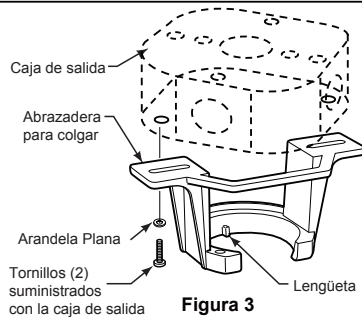

Figura 3
Uso del soporte (Figura 3)
3. Afloje los dos tornillos de fijación del soporte del barral de soporte para techo a través de la varilla. Introduzca los cables de color marrón, azul, rojo, gris y amarillo cables a través de la varilla. (Figura 3)
1. Fije bien la abrazadera para colgar a la caja de salida (no se incluye) con los tornillos y las arandelas provistas con la caja de salida. (Figura 3)
2. Deslice el receptor en el soporte de suspensión antes de realizar el cableado como se muestra en la figura 3.
- ☐ 3. Extraiga uno de los tres tornillos del ensamble de la placa de iluminación y guarde los tornillo para pasos posteriores. Afloje levemente los otros dos tronillos. (Figura 3)
- ☐ 3. Retire la cubierta de la batería del control remoto con un destornillador y conserve el tornillo para luego. (Figura 3)